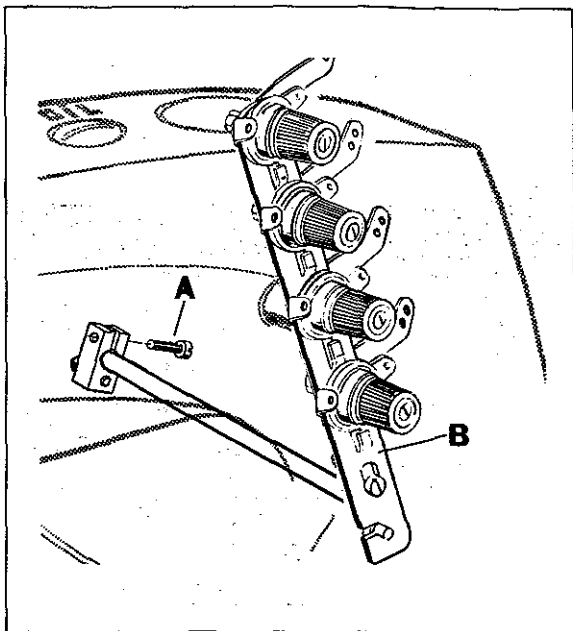

Fig.34
If adjustment is required, loosen tension release lever clamp screw (A, Fig. 34), located at the back of machine and move tension disc separator (B) as required. Retighten screw. After adjustment there should be no binding at any point.
Ist eine Einstellung notwendig, lösen Sie die Klemmschraube (A, Fig. 34) im Spannungsauslöshebel auf der Rückseite der Maschine und stellen den Spannungsscheibentrenner (B) entsprechend. Ziehen Sie die Schraube wieder an. Nach dieser Einstellung darf an keinem Punkt Schwergängigkeit auftreten.